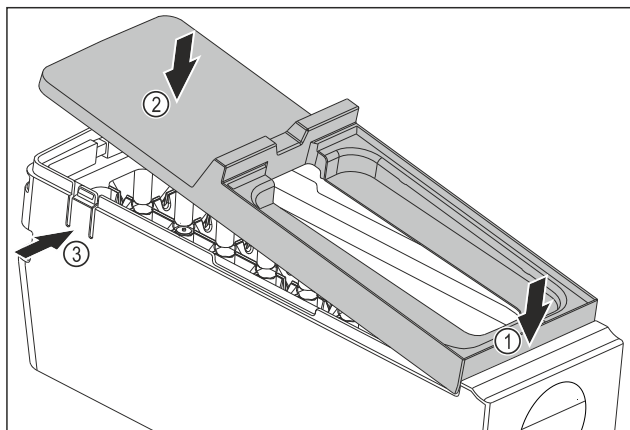

Fig. 144
- ▶ Szerelje fel az EasyTwist-Ice egység testének fedelét: Tegye fel előre a fedelet. Fig. 144 (1)
- ▶ Süllyessze le hátul a fedelet. Fig. 144 (2)
- ▶ A fedél hallhatóan bepattan mindkét fülbe Fig. 144 (3).